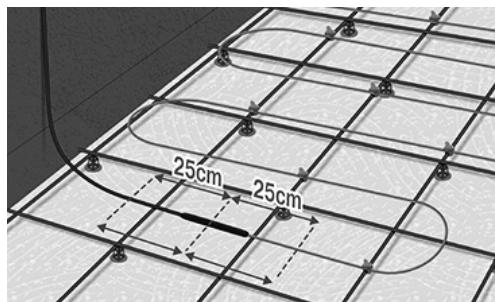

Fig. 4. Placer kablet lige på hver side af samlingen
4. Samlingen mellem koldkablet og varmekabel fastgøres ca. 25 cm på hver side målt fra center af samling. Bemærk at starte således koldkabel kan nå op til termostat. (fig. 4).